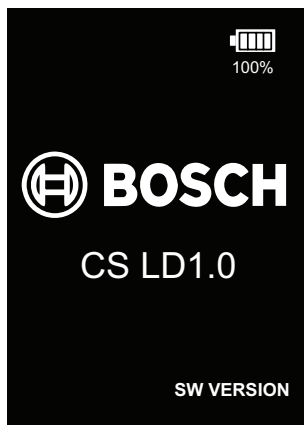

Fig. 22: Schermata di accensione
- ! Scollegare il cavo di ricarica immediatamente se sullo schermo compare il seguente messaggio (vedere Fig. 22). Se, quando compare questa avvertenza, non si scollega l'apparecchio, interrompendo la carica, possono verificarsi incendio, esplosione e gravi danni o lesioni!